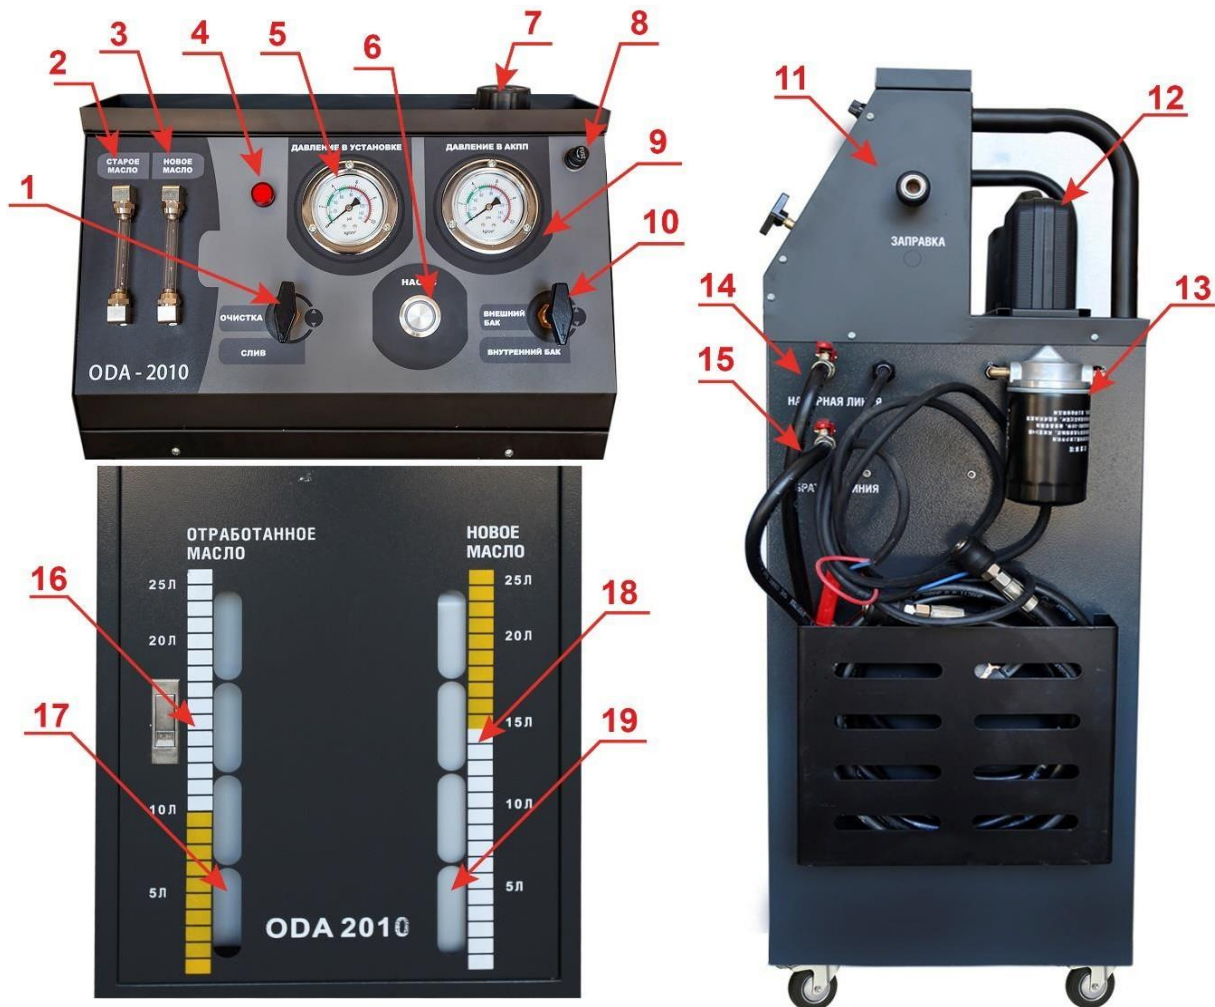

Рис.3 Устройство установки в сборе
4. Шланг из набора адаптеров подсоедините одним штуцером к Разъему-2 Заправка (рис.3 п.11), а другой конец шланга опустите в емкость с жидкостью для промывки АКПП.
5. Установите переключатель-1 (рис.3 п.1) в положение «Очистка».
6. Установите переключатель-2 (рис.3 п.10) в положение «Внешний бак».
2. Отсоедините шланг от Разъема-2 Заправка (рис..3 п.11) «Подключение внешней емкости».
3. Откройте крышку заливной горловины (рис..3 п.7) и залейте масло НЕ МЕНЕЕ ПОЛУТОРА ОБЪЕМОВ от номинала согласно техническим характеристикам АКПП для вашей модели автомобиля.
4. Установите переключатель-1 (рис.3 п.1) в положение «Очистка».
5. Установите переключатель -2 (рис.3 п.10) в положение «Внутренний бак»
7. Установите переключатель-1 (рис.3 п.1) в положение «СЛИВ». Процесс замены наблюдайте через смотровые трубки. Равномерный слив и подача масла контролируется по мерным линейкам (рис.3 п.16/18). Когда цвет трубки (залива) будет совпадать с цветом трубки (слива), процесс замены считается законченным.
Для удаления отработанного масла, из емкости (рис.3 п.17) аккуратно выньте шланг из горловины, извлеките емкость из установки, а затем слейте жидкость в емкость для сбора и хранения отработанного масла.
5. Если поток жидкости, проходящий через установку, становится очень медленным (несмотря на высокое давление), поменяйте масляный фильтр (13, рис.3).